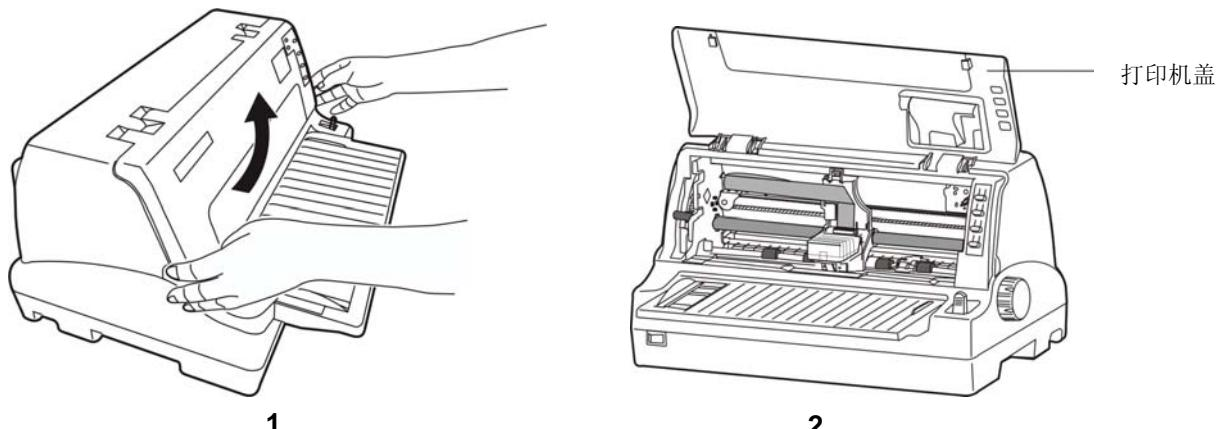

图 2-8 打开打印机盖
- 用双手按住打印机盖左右两侧的凹位向上打开打印机盖（如图 2-8 所示）。
- 将打印头移到打印机中间（如图 2-8 〈2〉 所示）。